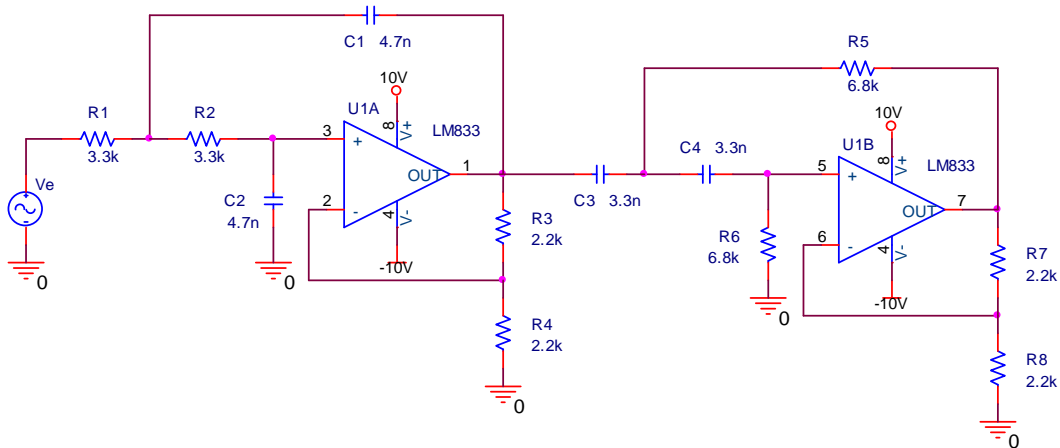

Figura 3
- 8) Interconecte los circuitos de las figuras 1 y 2 como se muestra en la figura 3. Conecte el generador de funciones a la entrada del nuevo circuito con una señal senoidal de 1 Vpp y midiendo la salida total complete la tabla 3.